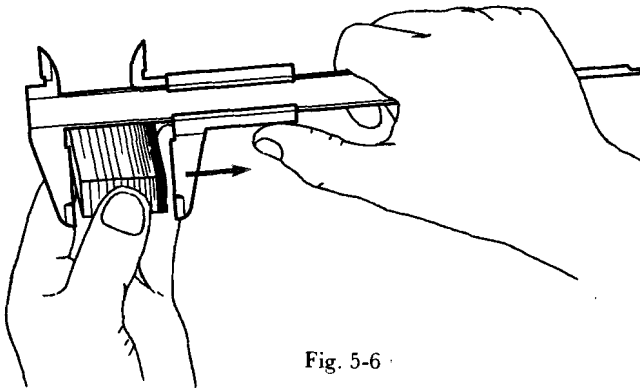

Fig. 5-6
2.4. Cuidados.—Al retirar la pieza abrir previamente el pie de rey, para no rozar sus bocas (fig. 5.6).